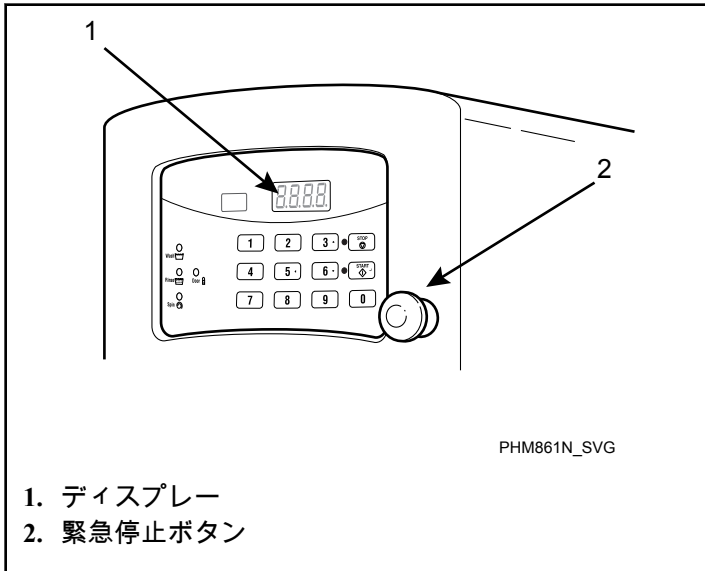

図 39
9. 機械運転中に危険な状況が発生した場合、非常停止ボタン (図 39 を参照) を押して (機械の) 運転を停止すること。